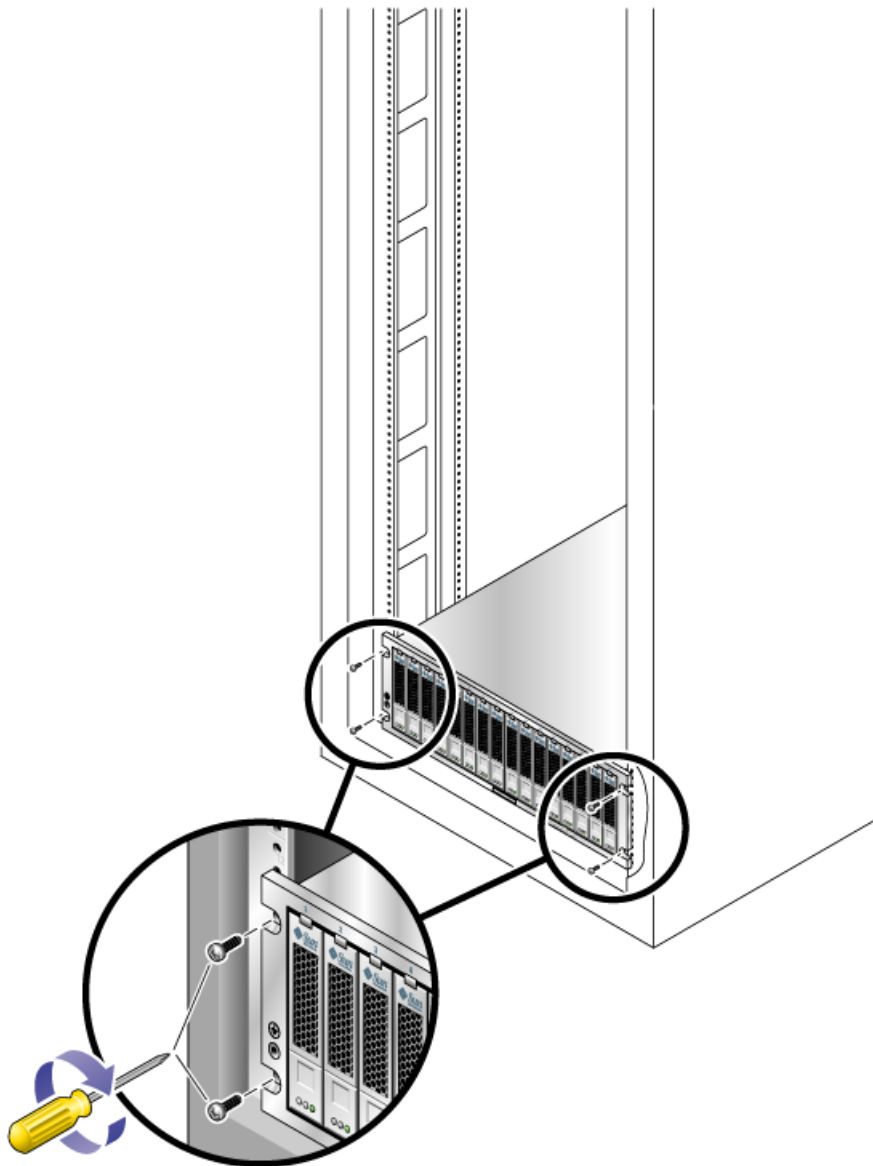

FIGURE 2-32 Fixation du plateau à l'avant de l'armoire
- Pour une armoire Sun Rack 900 ou Sun Rack 1000, utilisez le tournevis cruciforme n° 3 afin d'introduire et de serrer quatre vis M6 (deux par côté) à l'arrière du rail. (FIGURE 2-32).